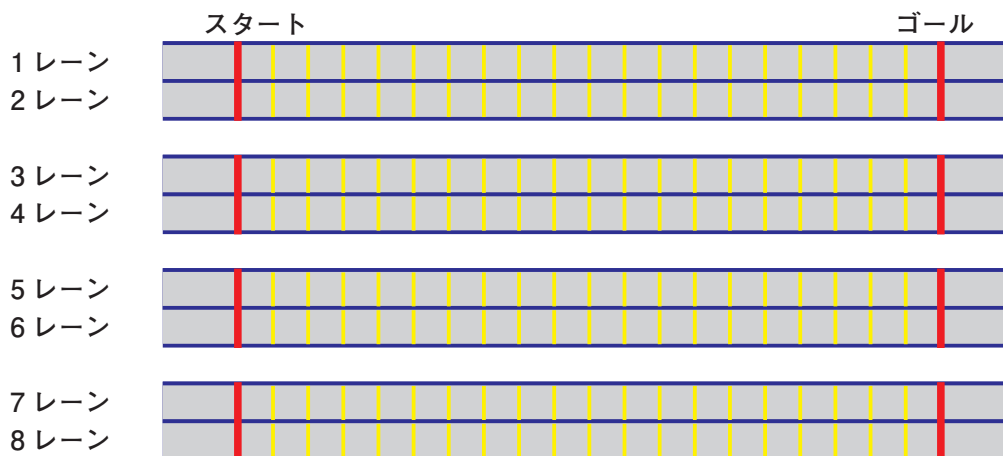

図6 Aフィールド (平面図)
- ③ 予選レースのA, Bフィールドは, ともに8レーンで全長4mである(図6)。
- ④ 決勝レースは8レーンで全長は予選レースと同じ4mである。
- ⑤ 予選レース, 決勝レースともに, レーンの幅は約20cmで両側に路面からの高さが約5cmのガイドフェンスがある。路面には, 歩行距離を測定するための目盛が0.2m間隔でしるしてある。
- ⑥ 予選レース, 決勝レースともに, レーンの走路は, 平坦路は4mm厚のシナ合板の路面であり, 坂路は3mm厚の発泡塩ビ板の上にフェルトの布が貼られている。また, ガイドフェンスはすべて4mm厚のシナ合板で作られている。